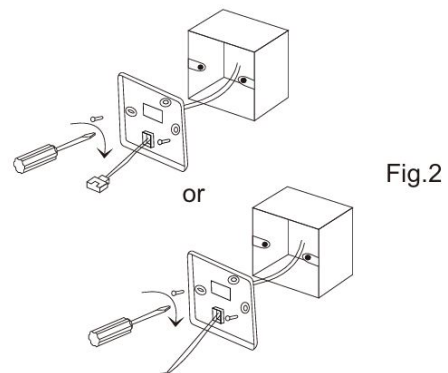

Fig.2
3. Zoals weergegeven in Fig.2, bevestig de 4 * 20mm schroeven die samen met de achterklep zijn meegeleverd op de 86 doos, en laat vervolgens de kabels door de achterklep gaan.